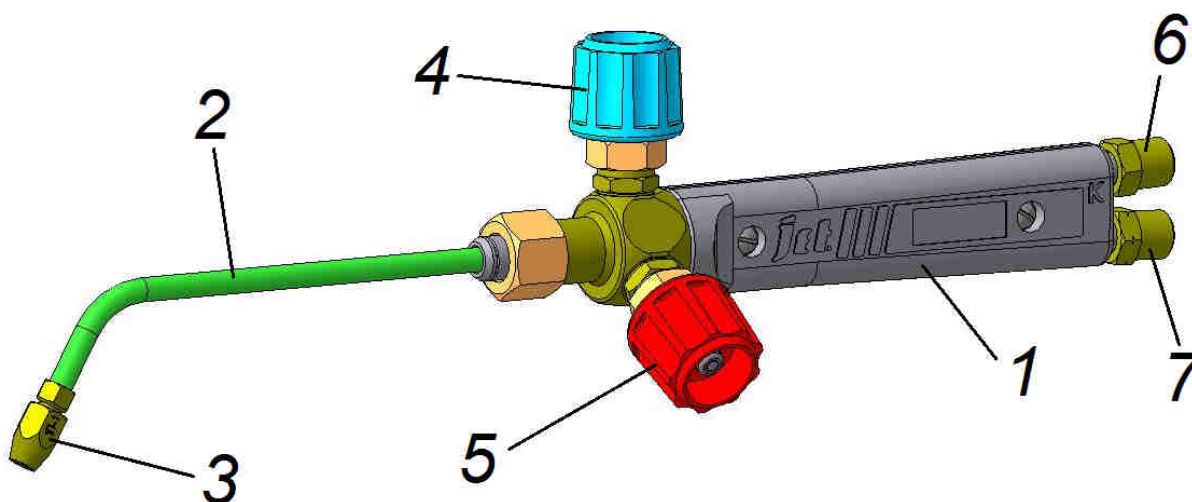

Рис.1 Горелка Г2; Г2У ДЖЕТ 117
4.1 Горелка см. рис.1 состоит из ствола 1, наконечника 2, присоединяемых к стволу накидной гайкой. Наконечник состоит из смесителя, со съемным инжектором, трубки и сменного мундштука 3. Ствол горелки имеет регулировочные клапаны кислорода 4 и горючего газа 5 и присоединительные штуцеры кислорода 6 и горючего газа 7.